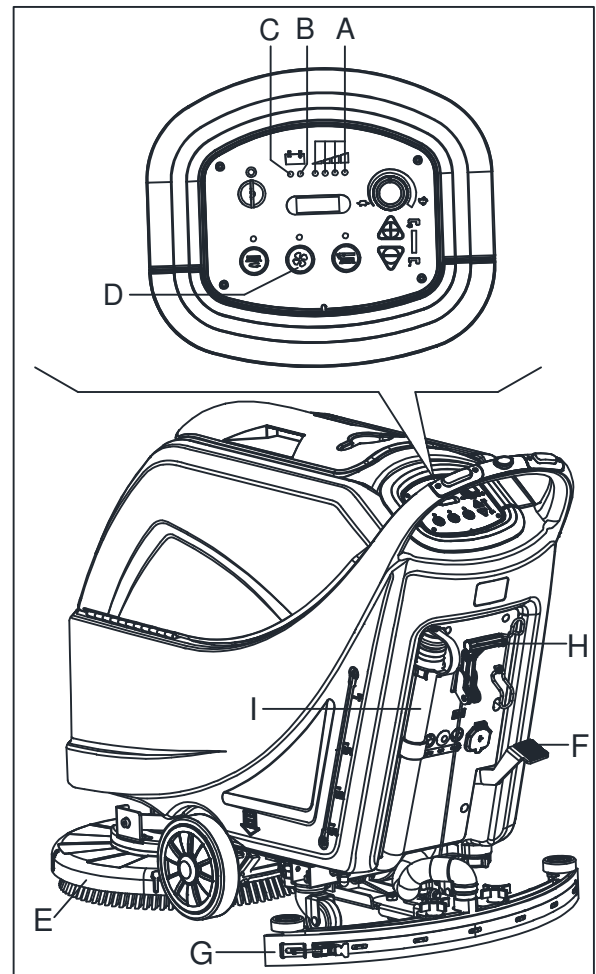
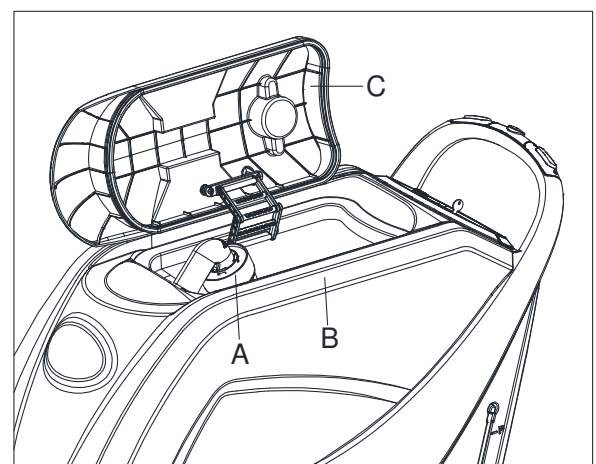

Figure 10
Figure 11
Jusqu'à ce que le témoin lumineux vert (A, Fig. 10) reste allumé, les batteries assurent un fonctionnement normal à la machine. Lorsque le témoin lumineux vert (A) s'éteint, et que le témoin lumineux jaune (B) s'allume, il est conseillé de charger les batteries, car la charge restante ne durera que quelques minutes (en fonction de la batterie et du travail à effectuer). Lorsque le témoin lumineux rouge (C) s'allume, les batteries sont complètement déchargées. Après quelques secondes, la brosse/le plateau support disque est automatiquement arrêté, tandis que le système d'aspiration et (uniquement pour les machine à traction) le système d'entraînement restent allumés, pour terminer le séchage du sol et conduire la machine à la zone de recharge.
Un système automatique de fermeture à flotteur (A, Figure. 11) bloque le système d'aspiration lorsque le réservoir d'eau de récupération (B) est plein. La désactivation du système d'aspiration est indiquée par une augmentation soudaine du bruit du moteur d'aspiration, le sol aussi n'est pas sec.
**Si le système d'aspiration s'éteint accidentellement (par exemple, lorsque le flotteur est activé en raison d'un mouvement soudain de la machine), pour reprendre l'opération: désactiver le système d'aspiration en appuyant sur le commutateur (D, Fig. 10), puis retirer le couvercle (C, Fig. 11) et vérifier que le flotteur à l'intérieur de la grille (A) a baissé jusqu'au niveau de l'eau. Ensuite, remettre le couvercle (C) et mettre le système d'aspiration en appuyant sur le commutateur (D, Fig. 10).**
Lorsque le réservoir d'eau de récupération (B, Fig. 11) est plein, le vider selon la procédure suivante.
2. Soulever la plate-forme de la brosse/du plateau support disque (E, Fig.10) en appuyant sur la pédale (F).
3. Soulever l'embouchure (G) avec le levier (H).
5. Vider le réservoir d'eau de récupération avec le tuyau (I). Ensuite, rincer le réservoir (B, Fig. 11) avec de l'eau propre.